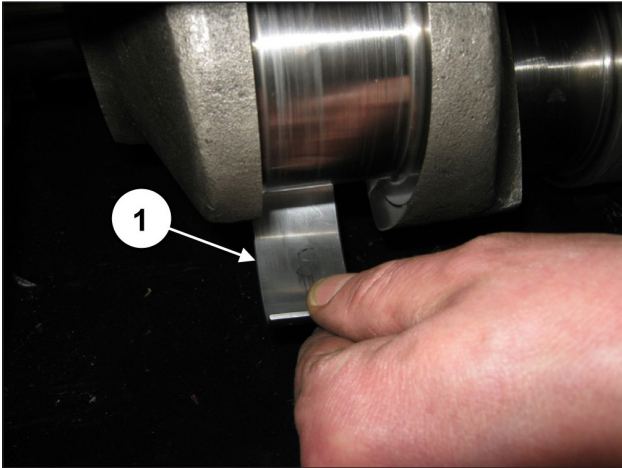

Abb. 20
Ziehen Sie die drei oberen Lagerschalen der Pleueelhälften ab (Pos. ①, Abb. 20).